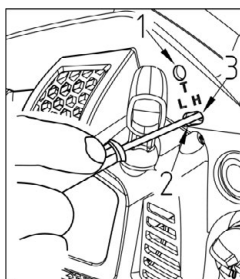

Рис. 10
Для регулировки выполните следующие шаги (рис. 10).
3. Поверните винт (Т) регулировки холостого хода (рис. 10 поз. 1) против часовой стрелки так, чтобы пильная цепь не вращалась. При слишком низких оборотах холостого хода, поверните винт по часовой стрелке.